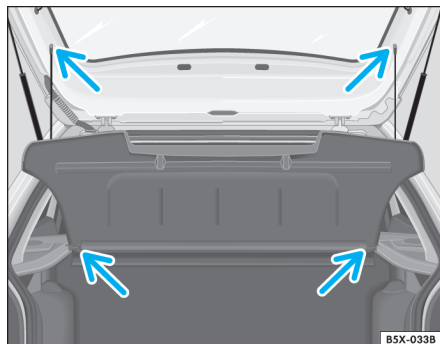

Fig. 71 Cubierta del maletero: retirada e instalación
- Desprenda los cordones de soporte ⇒ fig. 71 -flechas superiores- de la tapa trasera.
- Retire la cubierta de sus soportes laterales ⇒ fig. 71 -flechas inferiores-, tirando para la parte trasera del vehículo.
- Empuje la cubierta hacia delante, introduciéndola en sus soportes laterales ⇒ página 84, fig. 71 -flechas inferiores-.
- Encaje los cordones ⇒ página 84, fig. 71 -flechas superiores- en la tapa trasera.